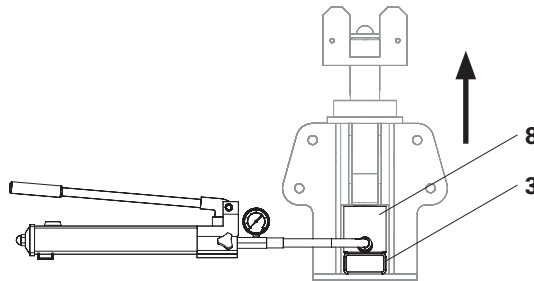

Fig. B1.24
1. Posizionare il cilindro idraulico (8) sul tubo dell'albero di testa ATS (3). (Fig. B1.24)
2. Pompate il cilindro idraulico (8) fino a quando il dado dell'albero di testa (4) non viene scaricato.